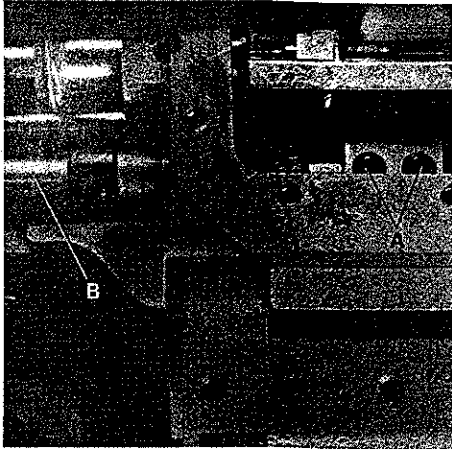

Fig. 69
If the main and the differential feed dogs are not parallel to throat plate top surface at the moment they rise above throat plate, loosen screws (A, Fig. 69) and turn shaft (B) as required to set the feed dogs parallel. Retighten screws.
Stehen der Haupttransporteur und der Differentialtransporteur bei ihrem Austritt aus der Stichplatte nicht parallel zur Stichplattenoberkante, so kann nach Lösen der Schrauben (A, Fig. 69) die Welle (B) so gedreht werden, daß die Transporteure parallel stehen. Ziehen Sie die Schrauben wieder an.